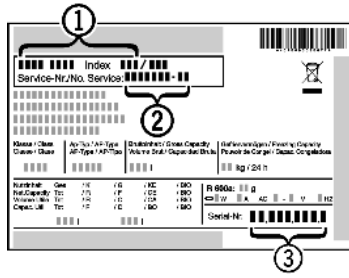

Fig. 12
► Наименование устройства Fig. 12 (1), сервисный № Fig. 12 (2) и серийный № Fig. 12 (3) считайте с заводской таблички. Заводская табличка находится внутри устройства слева.
- Обратитесь в сервисную службу и сообщите вид неисправности, наименование устройства Fig. 12 (1), сервисный № Fig. 12 (2) и серийный № Fig. 12 (3).